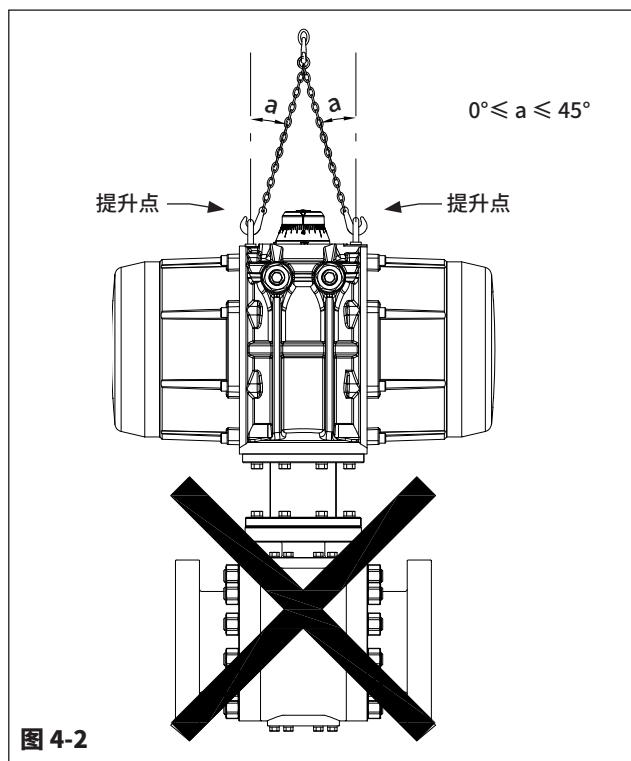

图 4-2
- 如图4-2所示,根据要求提供有两个螺纹孔,可通过吊环螺栓或类似组件来提升执行机构。请勿通过这些提升点来提升执行机构和阀门组件。